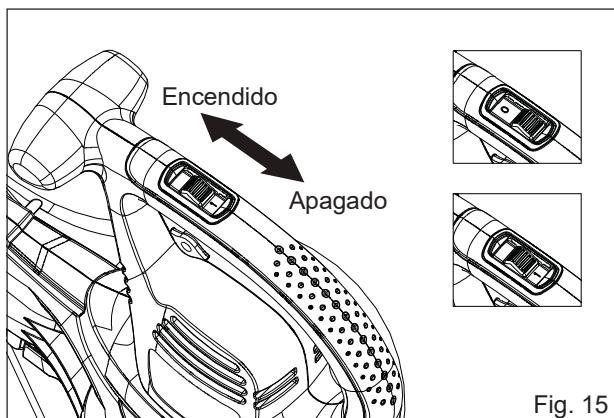

Fig. 15
1. Para arrancar la sopladora/aspiradora/trituradora eléctrica, deslice el interruptor de ENCENDIDO/APAGADO a la posición (1), este equipo está tiene una configuración de una velocidad (1) (Fig. 15).
2. Para detener el equipo, deslice el interruptor de ENCENDIDO/APAGADO a la posición (0) (Fig. 15).